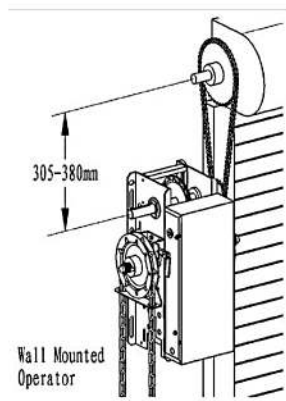

Figura 1
a). - Montaje en Pared: (Véase la **figura 1**)